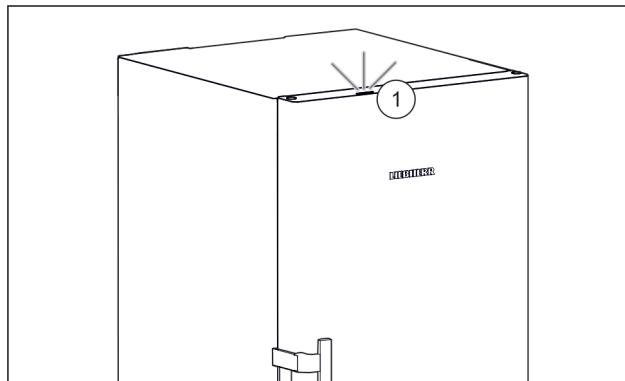

Fig. 51 Активная лампа статуса при закрытой двери
- Лампа статуса Fig. 51 (1) активирована.